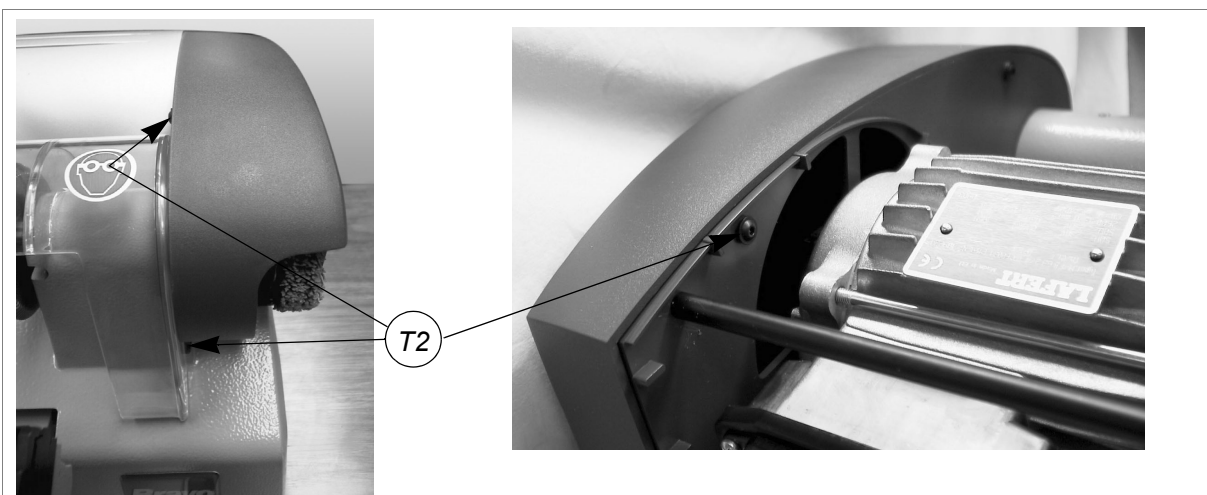

Fig. 37
- 4) Draai de 3 schroeven (T2) (fig.37) van het riemcarter los en verwijder het (door het naar voor te verschuiven).
- 4) Draai de 3 schroeven (T2) (fig.37, pag.25) van het riemcarter los en verwijder het (door het naar voor te verschuiven).
- 6) Plaats het riemcarter terug en bevestig hem met de 3 schroeven (T2) (fig.37, pag.25).
- 7) Draai de 3 schroeven (T2) (fig.37, pag.25) van het riemcarter los en verwijder het (door het naar voor te verschuiven).
- 16) Plaats het riemcarter terug en bevestig hem met de 3 schroeven (T2) (fig.37, pag.25).